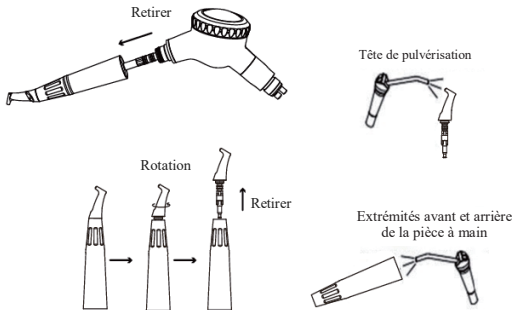

Figure 10 Schéma du nettoyage de la pièce à main
- ① Retirer la pièce à main de la pièce à main d'aéropolissage dentaire, dévisser la tête de pulvérisation et la retirer, comme illustré à la figure 10 ;
- ② Diriger le pistolet à air comprimé vers la buse et souffler la poudre à l'intérieur de la buse ;
- ③ Utilisez un pistolet à air pour souffler les extrémités avant et arrière de la pièce à main afin de nettoyer l'humidité restante sur la pièce à main.
- ④ Si la tête de pulvérisation est bloquée, utilisez l'aiguille pour la dégager.